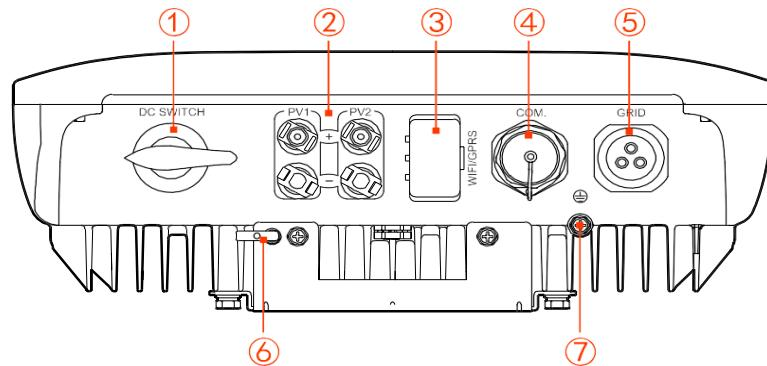

Figura 2-4 Visão da parte inferior
Os terminais externos estão todos localizados na parte inferior do inversor, incluindo entrada PV, saída CA, porta de comunicação e interruptor CC, etc., conforme mostrado na Figura 2-4.
O interruptor CC (conforme mostrado na Figura 2-4①) é o interruptor de conexão do inversor e da matriz PV. Quando o inversor funciona normalmente, o interruptor CC deve estar na posição “LIG.”.